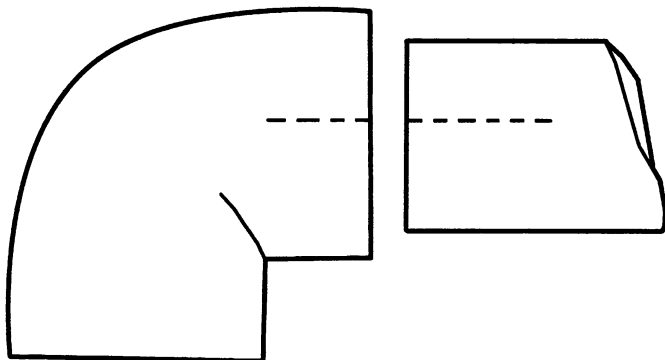

Рис. 18. Разметка соосности
- на свариваемых деталях маркером отметить соосность, чтобы фитинг располагался правильно относительно остальных частей водопровода (рис. 18).